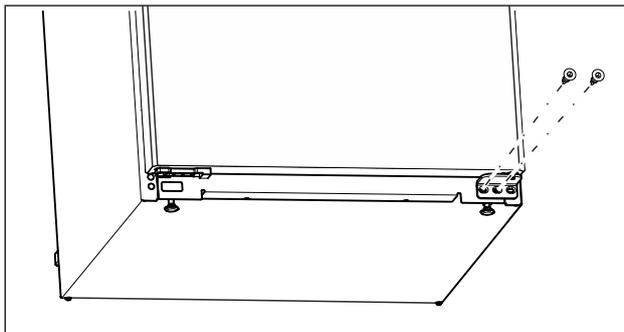

Fig. 10
- ▶ Desatornillar el tornillo central en el soporte del cojinete inferior con un destornillador Torx 20. (consulte Fig. 10)
- ▶ Desatornillar el tornillo interior en el soporte del cojinete inferior con un destornillador Torx 20. (consulte Fig. 10)